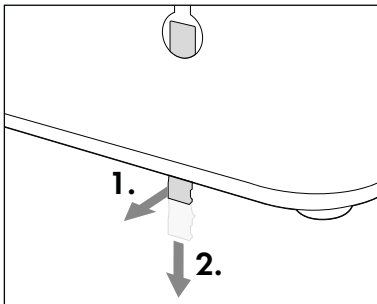

Fig. 1
3. På produktets bagside sidder der i højre ophængningsring **6** en låsestift **7**, der skal forhindre produktet i at løsne sig fra skruerne **8**. Tryk låsestiften **7** lidt bagud, indtil du hører et klik. Træk så låsestiften **7** lidt nedad og ud af ophængningsringen **6** (se fig. 1).